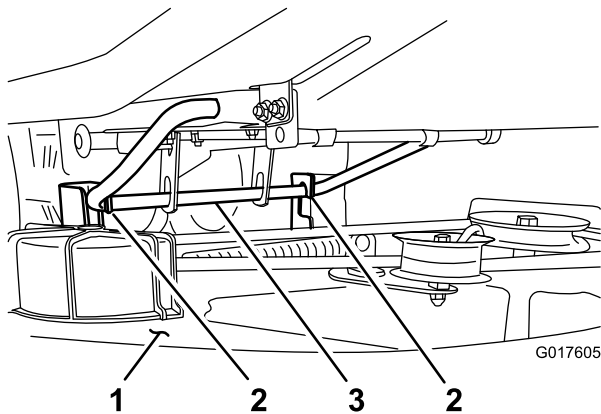

Figure 35
- 7. Soulevez et enlevez le plateau de coupe et les supports de la tige de levage arrière et abaissez la tondeuse au sol avec précaution (Figure 35).
- 7. Soulevez l'arrière du plateau de coupe et guidez les supports sur la tige de levage arrière (Figure 35).